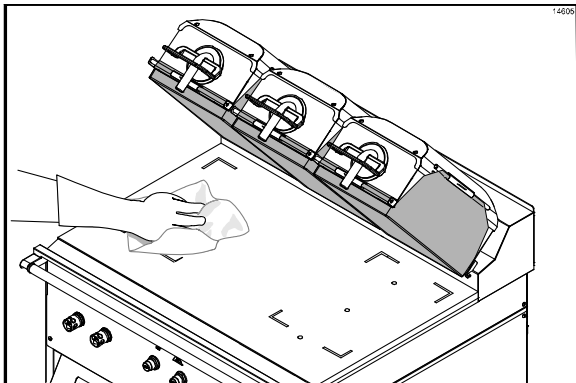

Abbildung 12
1. Reinigen Sie den Grill mit einem mit Desinfektionsmittel getränkten Grillreinigungstuch von sämtlichen Schmutzrückständen. (Siehe Abbildung 12.)